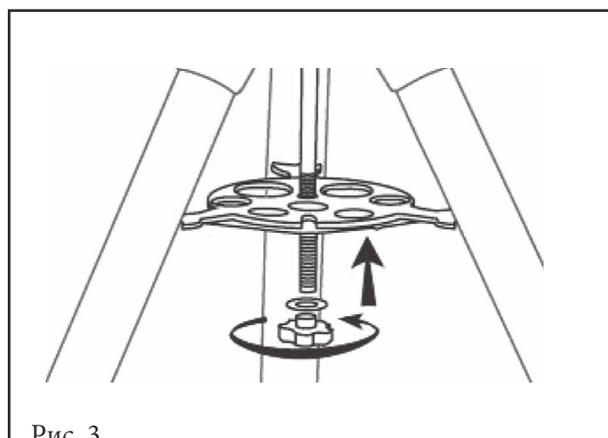

Рис. 3
- Поместите снизу на центральный винт-фиксатор полочку для аксессуаров до положения, при котором полочка упирается в опоры треноги. С помощью гайки, закрепите положение полочки для аксессуаров (рис. 3).